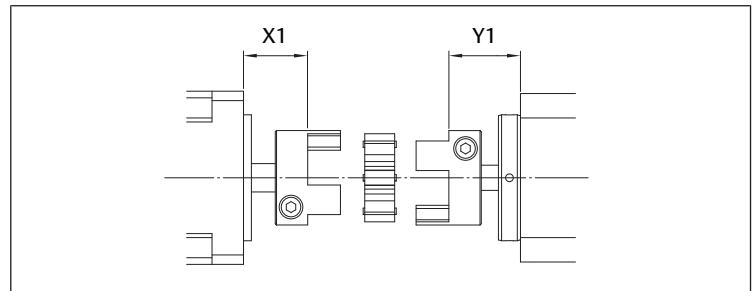

Fig. 12: Dimensiones de posición para el acoplamiento sin fijación por pie
- Para el acoplamiento sin fijación por pie. Véase → Fig. 12 y → Tab. 4.